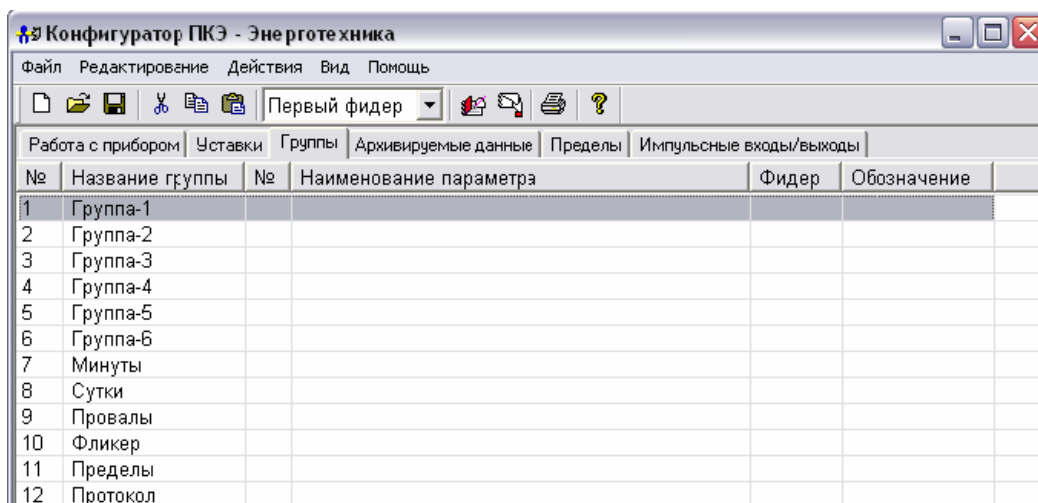

рисунок 44
- выбрать группу (установить курсор на группу, щёлкнуть левой кнопкой “мыши”, группа выделится цветом) (рисунок 44);